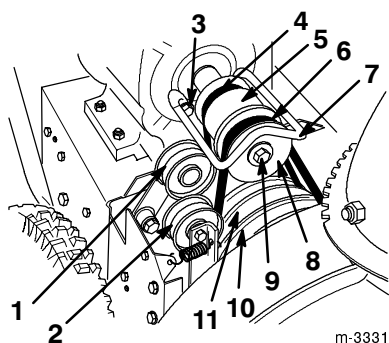

Figure 31
Si la courroie de traction (Fig. 31) est usée, imbibée d'huile ou endommagée de quelque autre manière, remplacez-la par une courroie neuve. Vous pouvez acheter une courroie neuve chez votre concessionnaire Toro agréé.
5. Retirez les 2 vis, rondelles et rondelles-frein de fixation du guide-courroie (Fig. 31).
6. Retirez la vis du vilebrequin du moteur avec sa rondelle et sa rondelle-frein (Fig. 31).
7. Détachez et déposez la poulie à gorge du moteur (Fig. 31).
9. Déposez la poulie du moteur (Fig. 31).
10. Retirez la courroie de traction hors de la poulie de traction et du vilebrequin du moteur (Fig. 31).
11. Tirez la poulie folle de traction vers l'extérieur et mettez en place la nouvelle courroie de traction (Fig. 31).
**Remarque :** Veillez à ne pas pincer la courroie d'entraînement de traction (Fig. 31).
13. Tirez la poulie folle vers l'extérieur et passez la courroie d'entraînement de tarière/roue hélice devant la poulie du moteur, en veillant à la faire passer du côté intérieur de la poulie folle (Fig. 31).
Si la courroie d'entraînement de tarière/roue hélice (Fig. 31) est usée, imbibée d'huile ou endommagée de quelque autre manière, remplacez-la par une courroie neuve.
8. Déposez la courroie d'entraînement de tarière/roue hélice (Fig. 31).
9. Tirez la poulie folle vers l'extérieur et passez la courroie neuve autour de la grande poulie de tarière/roue hélice (Fig. 31).
10. Passez la courroie devant la poulie du moteur, en veillant à la faire passer du côté intérieur de la poulie folle (Fig. 31).